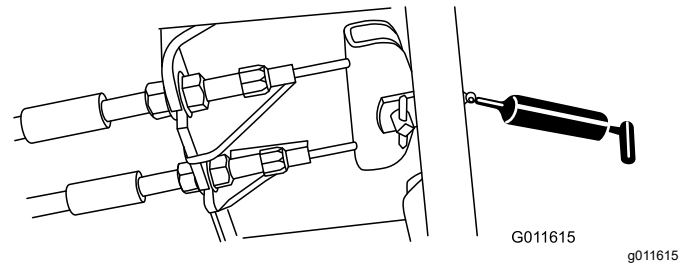

Figura 107
- Pedal do travão (1) (Figura 107)